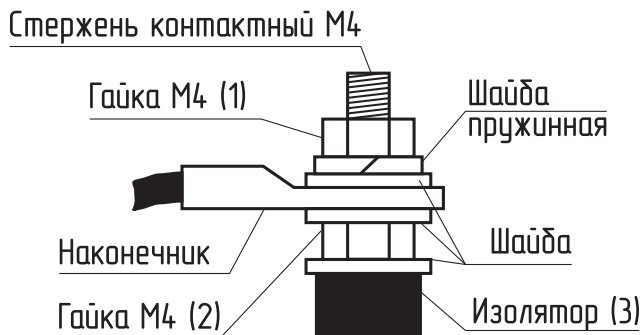

Рис.18 Присоединение проводов к выводам блок ТЭН
- Гаек на контактных стержнях ТЭН с усилием 1,8 Нм (**см.Рис.18**);
- При замене блок ТЭН присоединение фазных проводов к выводам блок ТЭН производить согласно **Рис.18**. Сечение кабеля указано в **Таб.1** и **Таб.2**;
- Провод нейтрали «N» подключить на перемычку блока ТЭН (**Рис.18**).